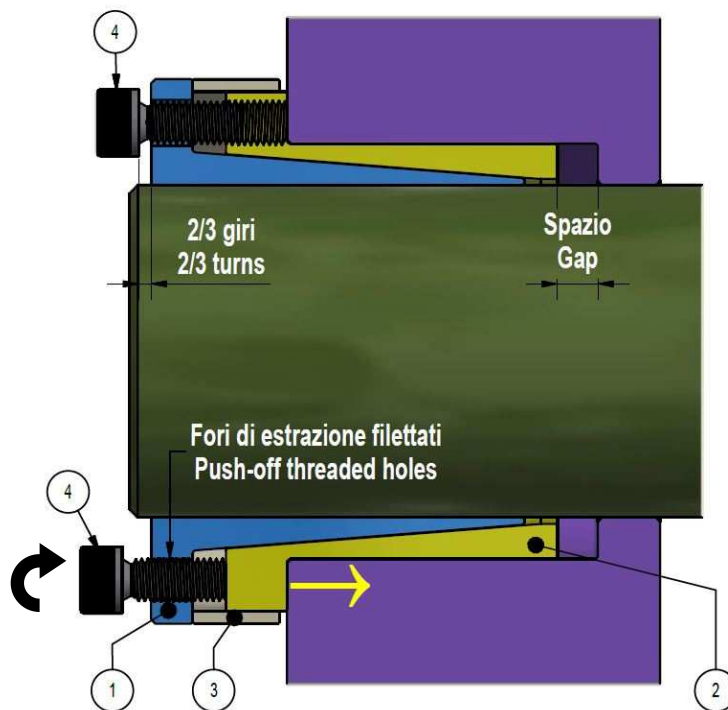

Fig. 2. Separazione degli anelli e posizionamento del calettatore.
2. Allentare tutte le viti di due/tre giri e spostarne almeno due nei fori filettati dell'anello interno. Serrare leggermente queste viti, in modo da **separare gli anelli per una più facile installazione del calettatore** (fig. 2).
3. Inserire il calettatore nel foro del mozzo ed installare l'assieme sull'albero, assicurandosi che gli elementi collegati si trovino nella posizione desiderata. **Gli anelli interno ed esterno devono essere completamente supportati rispettivamente da albero e mozzo** (fig. 2). A questo punto, riposizionare le viti usate per separare gli anelli. Nel caso di mozzi con spallamento, lasciare qualche millimetro di spazio tra l'anello esterno e lo spallamento (fig. 2).